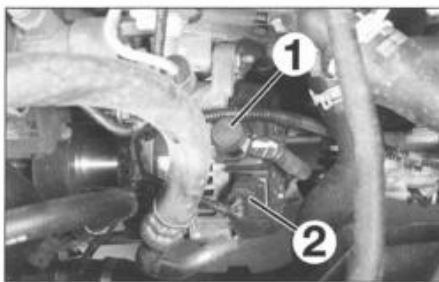
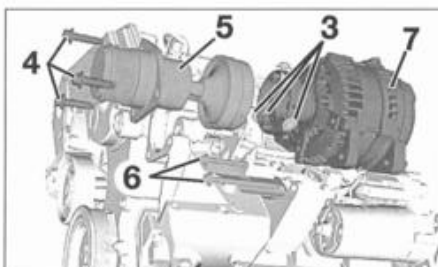

FIG. 6
FIG. 7
- el cable de unión batería (1) (fig. 6).
- el conector (2).
- Desatornillar sin desmontarlos los tornillos de fijación del desacoplador del alternador (3) (fig. 7).
- los tres tornillos (4) del desacoplador.
- el desacoplador (5).
- los dos tornillos de fijación (6) del alternador.
- el alternador (7).